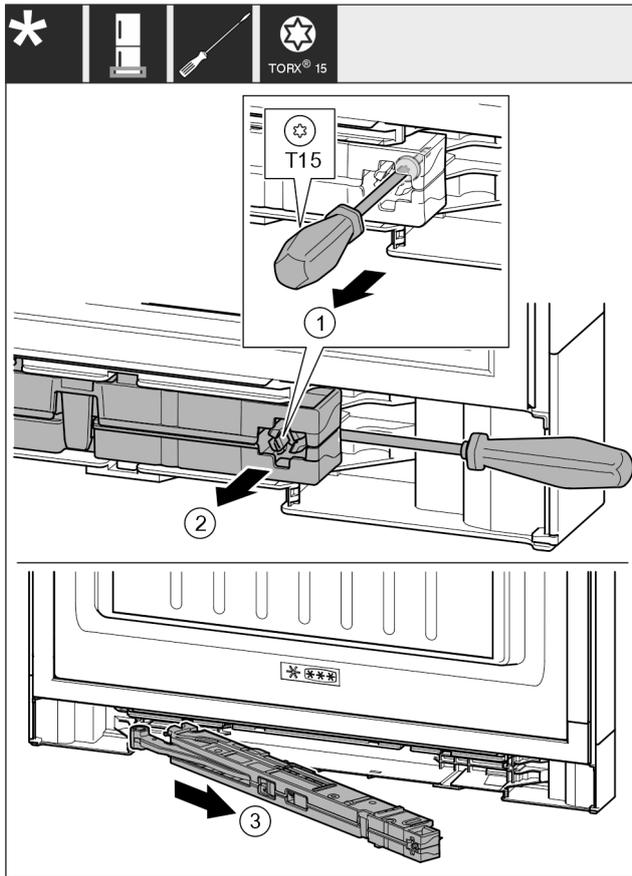

Fig. 15
- Suelte el tornillo en la unidad de amortiguador de cierre aprox.14 mm con el destornillador T15. Fig. 15 (1)
- Desplácelo con un destornillador por el lado del tirador detrás de la unidad de amortiguador de cierre. Gire hacia delante la unidad. Fig. 15 (2)
- Extraiga la unidad. Fig. 15 (3)